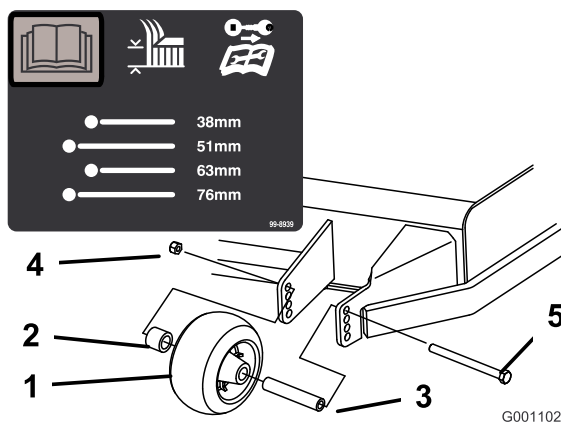
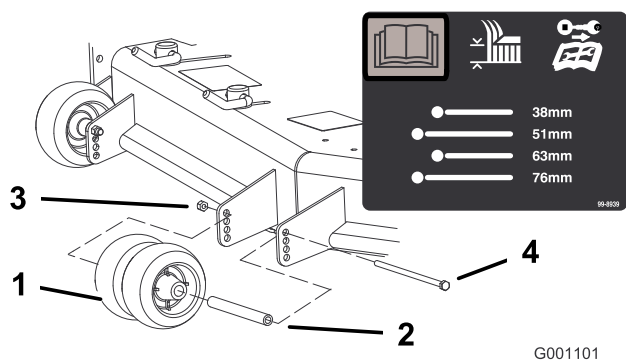
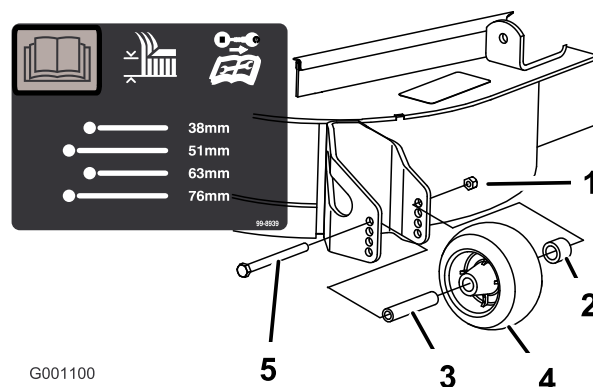

Bild 20
Bild 21
Bild 22
3. Nach dem Einstellen der Schnitthöhe sollten Sie die Rollen einstellen. Nehmen Sie die Bundmutter, die Büchse, das Distanzstück und die Schraube ab (Bild 20, Bild 21 und Bild 22).
Hinweis: Die beiden mittleren Rollen haben kein Distanzstück (Bild 21).
5. Setzen Sie die Bundmutter, die Büchse, das Distanzstück und die Schraube ein. Ziehen Sie die Schraube mit 54-61 N-m an (Bild 20, Bild 21 und Bild 22).